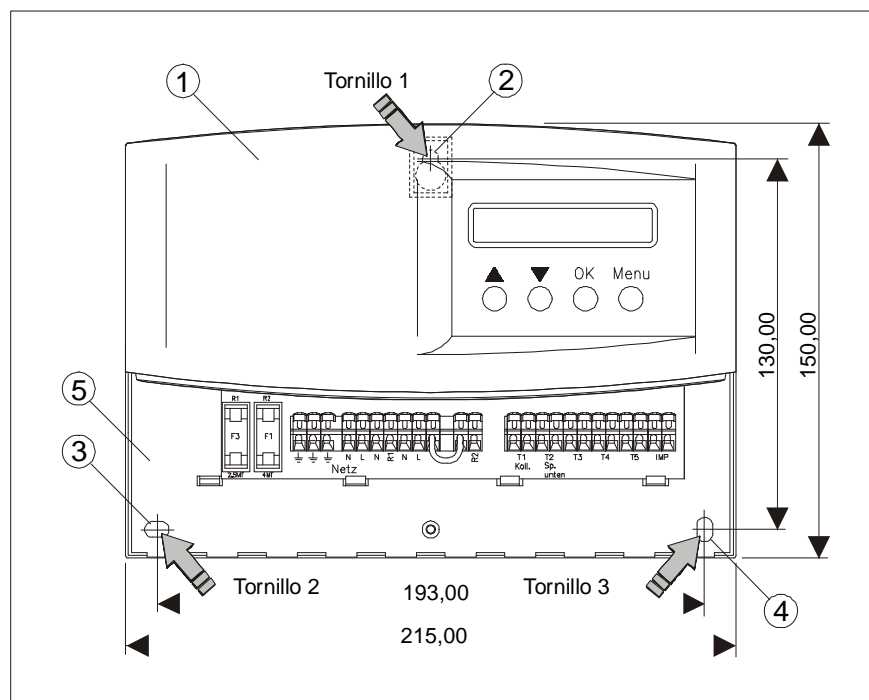

Fig. 4: Instalación
Primero, abra los huecos en la caja por donde entra el cable de alimentación de corriente y los cables conectores de los sensores y de la bomba. Para ello, corte las lengüetas de material (Fig. 4, Pos. ①). Para que entre un cable hacen falta dos cortes verticales en la pared de la caja de plástico. Para cortar, utilice unos alicates. La profundidad de corte debería ser de 2 mm como mínimo respecto al fondo de la caja plástica. Después, quitar el trozo de plástico moviéndolo hacia delante y hacia atrás.